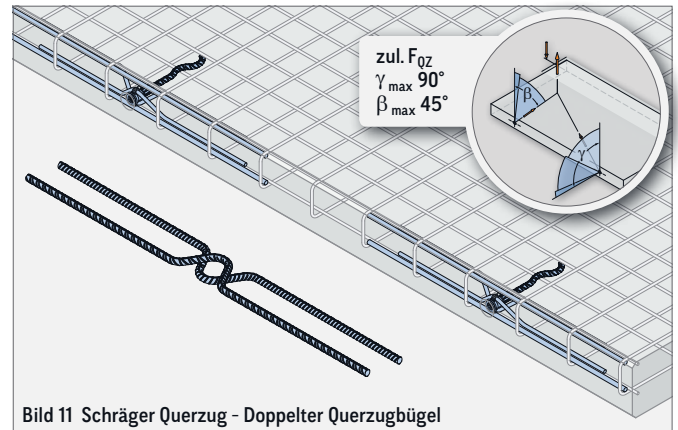
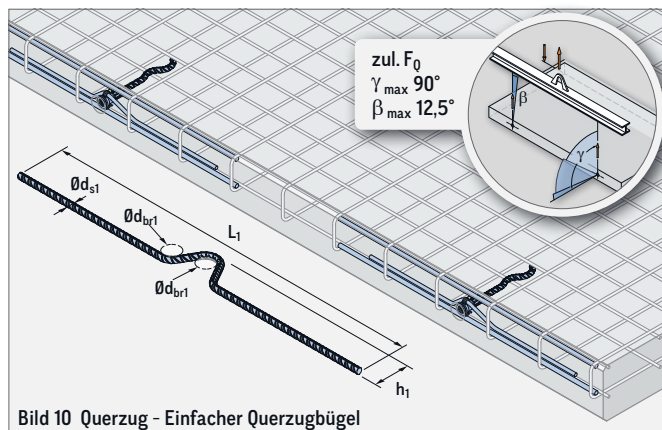
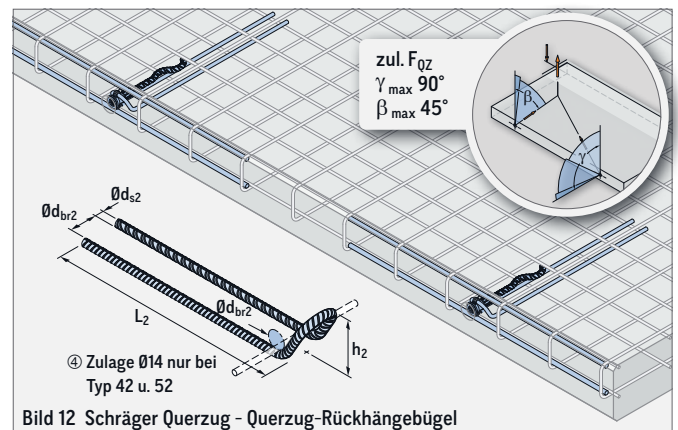

Bild 11 Schräger Querzug - Doppelter Querzugbügel
Bild 10 Querzug - Einfacher Querzugbügel
Bild 12 Schräger Querzug - Querzug-Rückhängebügel
Die Beanspruchung der Gewindetransportanker mit Querzug  $\gamma > 15^\circ$  erfordert den Einbau einer Bewehrung nach Tabelle 7. Die Querzugbewehrung kann entweder als einfacher Querzugbügel (Bild 10), als doppelter Querzugbügel (Bild 11) oder als Querzug-Rückhängebügel (Bild 12) ausgeführt werden. Sie hat im Scheitelpunkt der Biegung Druckkontakt mit der Gewindehülse des Transportankers. Die Querzugbewehrung wird stirnseitig im Bauteil entgegen der Belastungsrichtung angeordnet.
Das Aufrichten von Platten kann zu gleichzeitigem Schräg- und Querzug, dem sogenannten schrägen Querzug, an den Transportankern führen (Bild 11 und Bild 12). In diesem Fall ist nur die Querzugbewehrung als doppelter Querzugbügel oder Querzug-Rückhängebügel erforderlich. Der Schrägzugfall wird beim Einsatz dieser Bewehrung ebenfalls abgedeckt. Beim Umlegen oder Aufstellen des Bauteils während der Montage muss die Lage der Querzugbewehrung beachtet werden (nur beim einfachen Querzugbügel gemäß Bild 10 und Querzug-Rückhängebügel gemäß Bild 12). Der doppelte Querzugbügel (siehe Bild 11) deckt die üblichen Lastrichtungen ab.
③ Die Mattenbewehrung ist als Mattenkappe oder mit gleichwertigen Bügeln auszuführen.
④ Zulage  $\emptyset 14$ , Länge = 600 mm erforderlich (siehe Bild 12).
⑤ Bei Bewehrung mit einfachem Querzugbügel sind ausschließlich die Kraftrichtungen  $F_Q$  zulässig (siehe Bild 10).